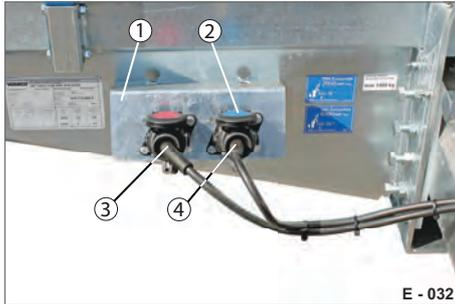

Abb. 13 Stecker-Konsole 12 V - 24 V
- ▶ Den benötigten Stecker 12 V bzw. 24 V (Abb. 13/3 oder 4) in die Multi-Voltage Steckdose (Abb. 15/3) an der Konsole stecken.